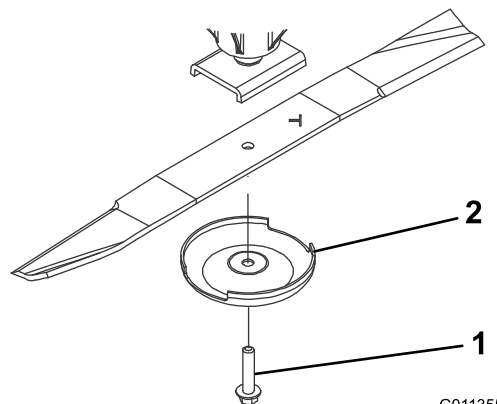

Figura 100
3. Retire o parafuso da lâmina, o recipiente antidanos e lâmina do eixo (Figura 100).